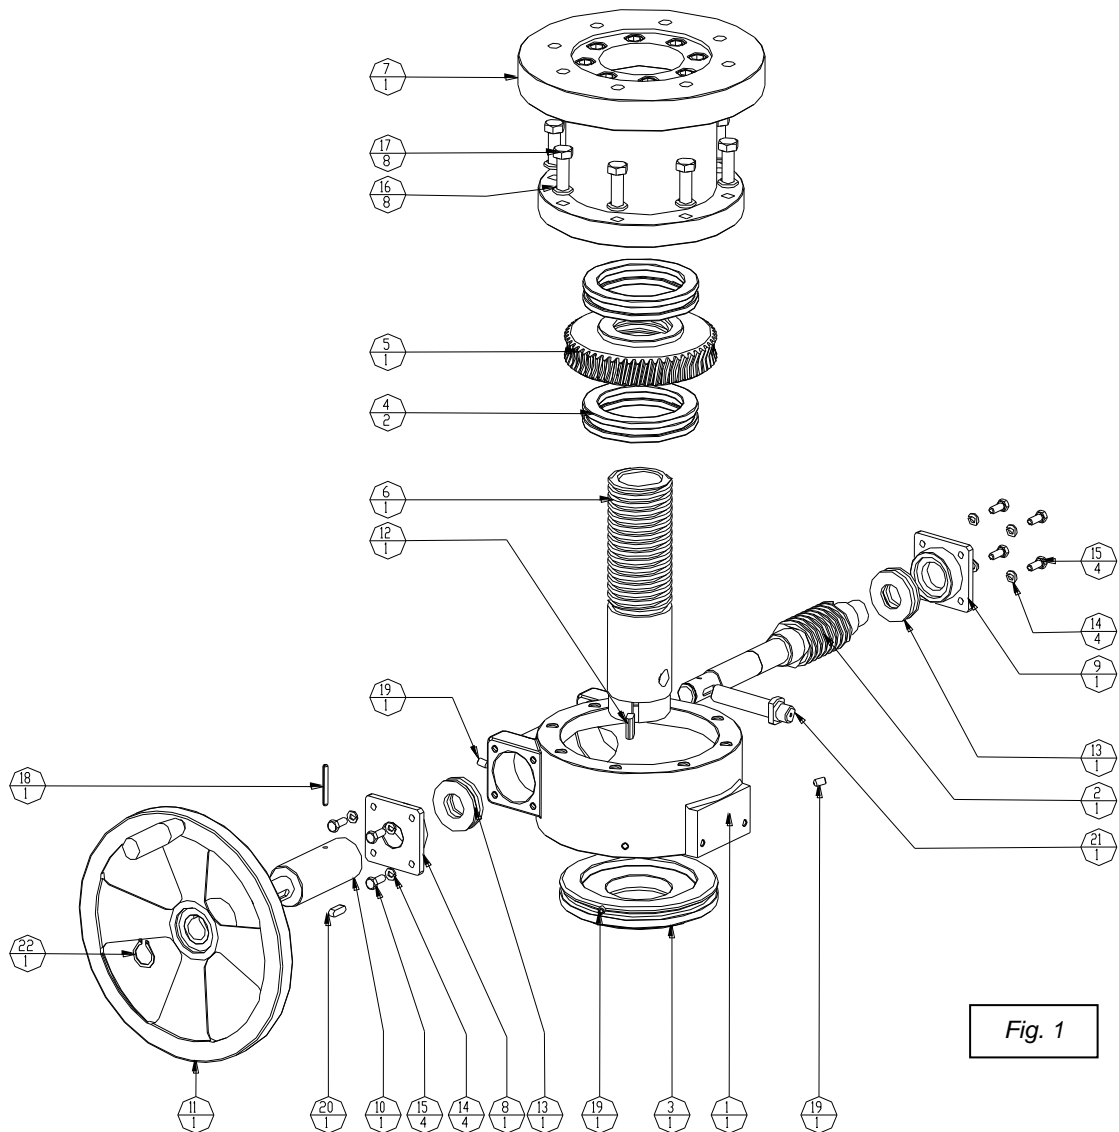

Fig. 1
L'innesto o il disaccoppiamento del comando manuale è estremamente semplice e viene effettuato tramite una spina cilindrica (fig. 1, pos. 21) che rende solidali lo stelo del servocomando con il vitone del comando manuale (pos. 6), che sono fra loro coassiali.
Manual override clutching or disengagement is made by using a cylindrical pin (fig. 1, pos. 21) which makes a rigid connection between the actuator stem and the manual override main screw (pos. 6).
- Manual override can be used as travel stop during actuator stem retraction. Rotate the handwheel of manual override (fig. 1, pos. 1) until the main screw (pos. 2) reaches the desired position to limit the stroke. In this way actuator stem (pos. 3) cannot be retracted over mechanical travel stop made by main screw (pos. 2).